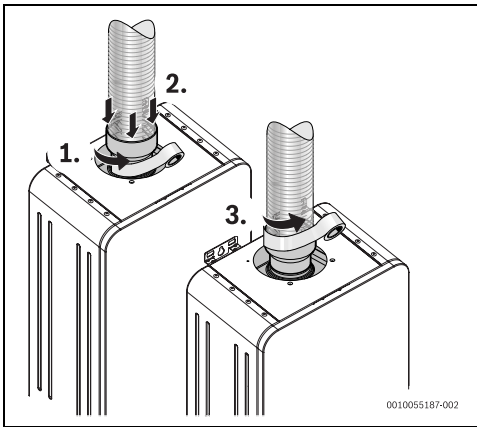

Fig. 24 Installazione tipo B23
- essere isolata con materiale adeguato (Fig. 24)